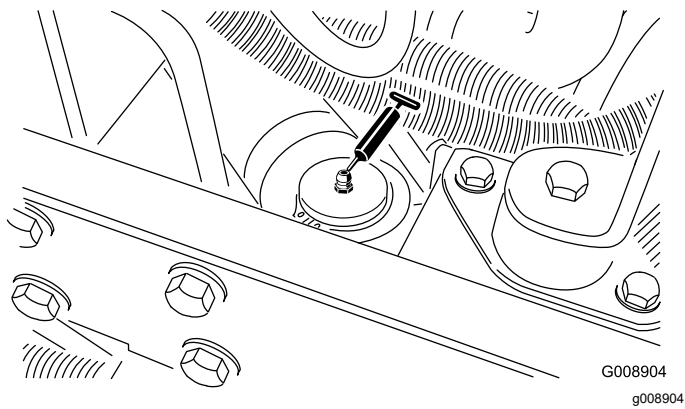

Figure 38
- Vérin de direction (Figure 38)